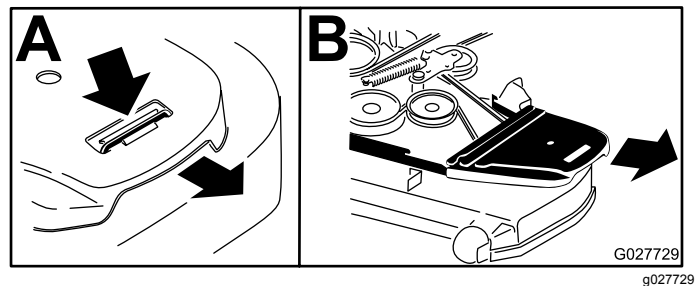

Figure 83
6. Déposez les couvercles de courroie (Figure 83).